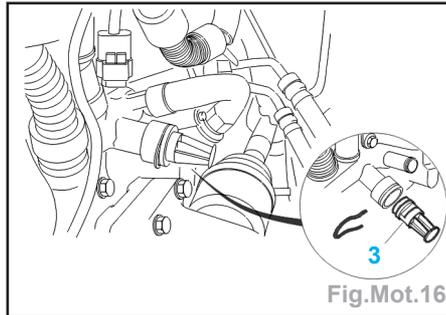

Fig.Mot.16
- Vidanger le moteur en déposant le bouchon (3) (Fig.Mot.16).